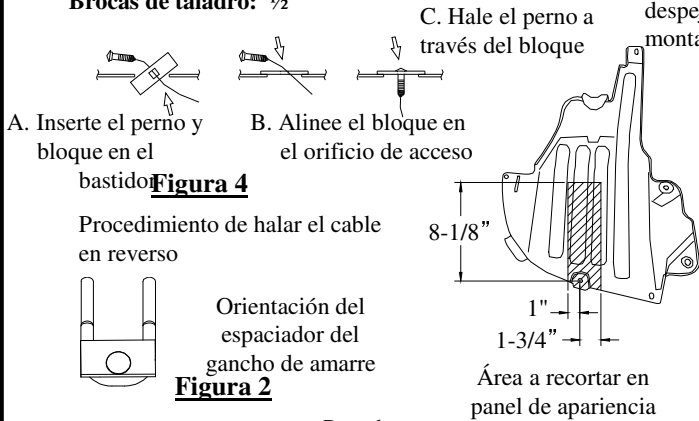

Figura 4
- En vehículos fabricados en Norteamérica, instale un perno de carruaje y un espaciador de 7/16 usando el procedimiento del cable en reverso dejando el cable de halar unido. Vea la figura 4. Identifique si es necesario perforar. Para Sedanes fabricados en Asia agrande los orificios en el larguero del bastidor. Instale un perno de carruaje de 7/16 y un espaciador a través de los orificios de acceso, deje el cable para halar unido. En el Coupe agrande los orificios en el larguero del bastidor. Instale un perno de carruaje de 7/16 y un espaciador a través de los orificios de acceso, deje el cable para halar unido. Ver Figura 5.